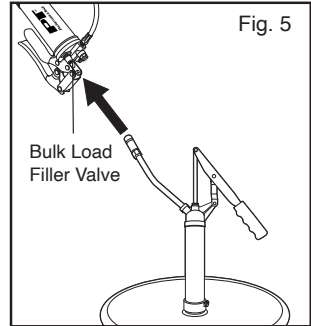

Fig. 5
1. Make sure the bulk loading filler valve is compatible with the adapter on the pump. (Figure 5)
1. Assurez-vous que la vanne de remplissage de chargement en vrac est compatible avec l'adaptateur de la pompe. (Fig. 5)